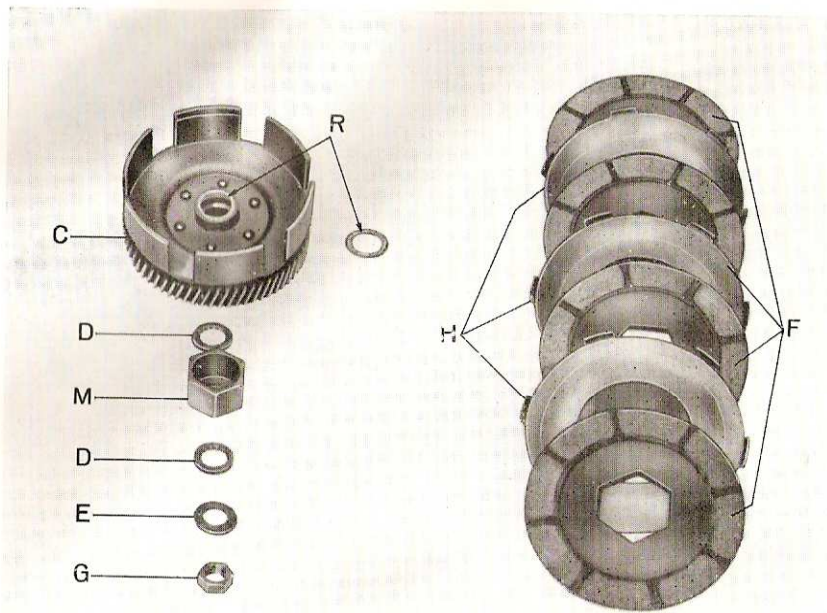

Fig. 28 - Montage embrayage et pignon sur l'arbre moteur
34. Fig. 28 - Placer la rondelle chanfreinée (R) sur l'arbre primaire, le corps embrayage (C), l'autre rondelle entretoise (R), la rondelle dentée (D) le chanfrein tourné vers la ligne centrale du moteur, le moyeu embrayage (M), la rondelle (D), la rondelle élastique (E) et l'écrou (G).